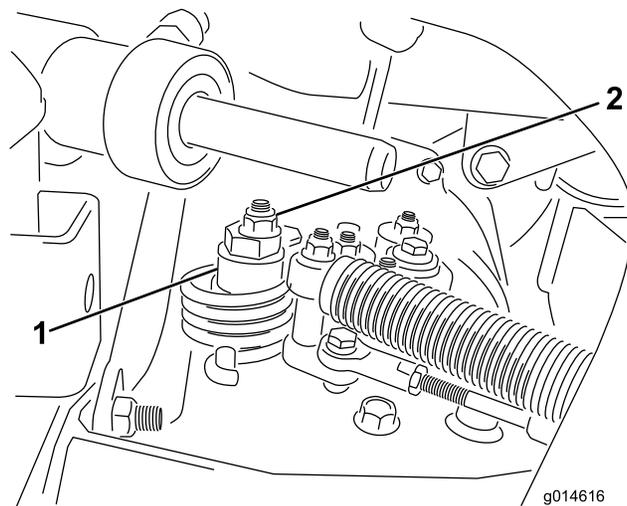

Figure 39
- A. Desserrez l'écrou de fixation de l'excentrique en haut de l'hydrostat (Figure 39).
- C. Tournez l'excentrique jusqu'à ce que la roue ne tourne plus dans aucune direction. Lorsque la route arrête de tourner, serrez l'écrou pour bloquer l'excentrique et le réglage (Figure 39). Vérifiez le réglage avec la commande d'accélérateur en position BAS RÉGIME, puis HAUT RÉGIME.